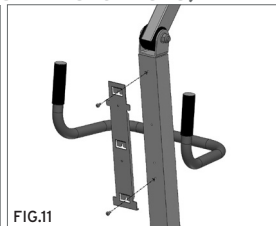

FIG.11
2. Fijar la brida de soporte de la centralita a la columna con los tornillos en dotación, utilizando los orificios previstos. (Fig.11)